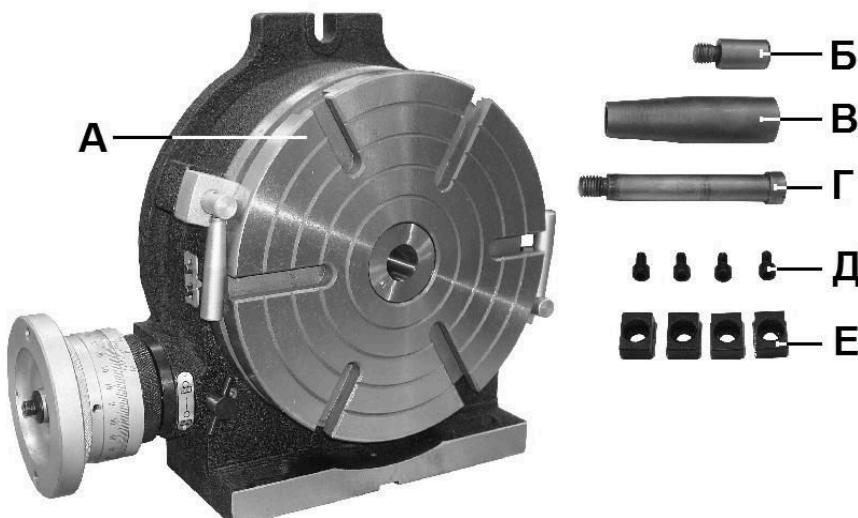
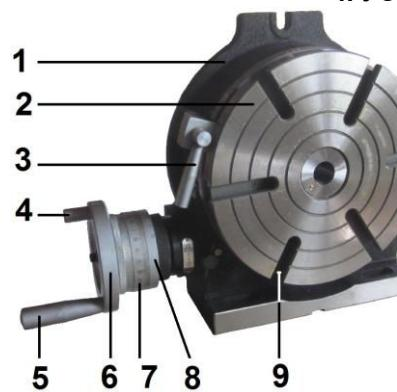

Рис. 1
Рис. 2
4.1. Установите на маховике (6) (Рис. 2) из комплекта поставки (Рис. 1) ручку с резьбой (Б, 4) и ручку (В, 5) винтом (Г).
5.2. Для выполнения работ с использованием центра, Рис. 5, в центральное отверстие рабочего стола (2), Рис. 2, вставьте центр с хвостовиком, выполненным в виде конуса Морзе № 3.
6.1. Вращение маховика (6) через редуктор передаётся рабочему столу (2) в соотношении 1:90, т.е. 90 оборотов маховика (6) соответствуют одному полному обороту рабочего стола на  $360^\circ$ . Один полный оборот маховика (6) равен повороту рабочего стола (2) на  $4^\circ$  ( $360^\circ : 90 = 4^\circ$ ), Рис. 2, 7а, 7б.
- 6.2 Рабочий стол (2) оборудован шкалой (17), показывающей угол поворота рабочего стола (2) по метке (18), Рис. 2, 7а, 7б.
6.3 Точные показания угла поворота устанавливаются по лимбу (7) - цена деления =  $1'$  и нониусу (8) - цена деления =  $10''$  (Рис. 2).
6.8 Установите кольцо нониуса (21) в рабочее положение, для чего поворачивайте его назад против часовой стрелки до сцепления шестерен редуктора. Зафиксируйте винт (23). Совместите метку (18) с меткой на шкале нониуса (8), и зафиксируйте положение двумя зажимами (3) (Рис. 2, 10).